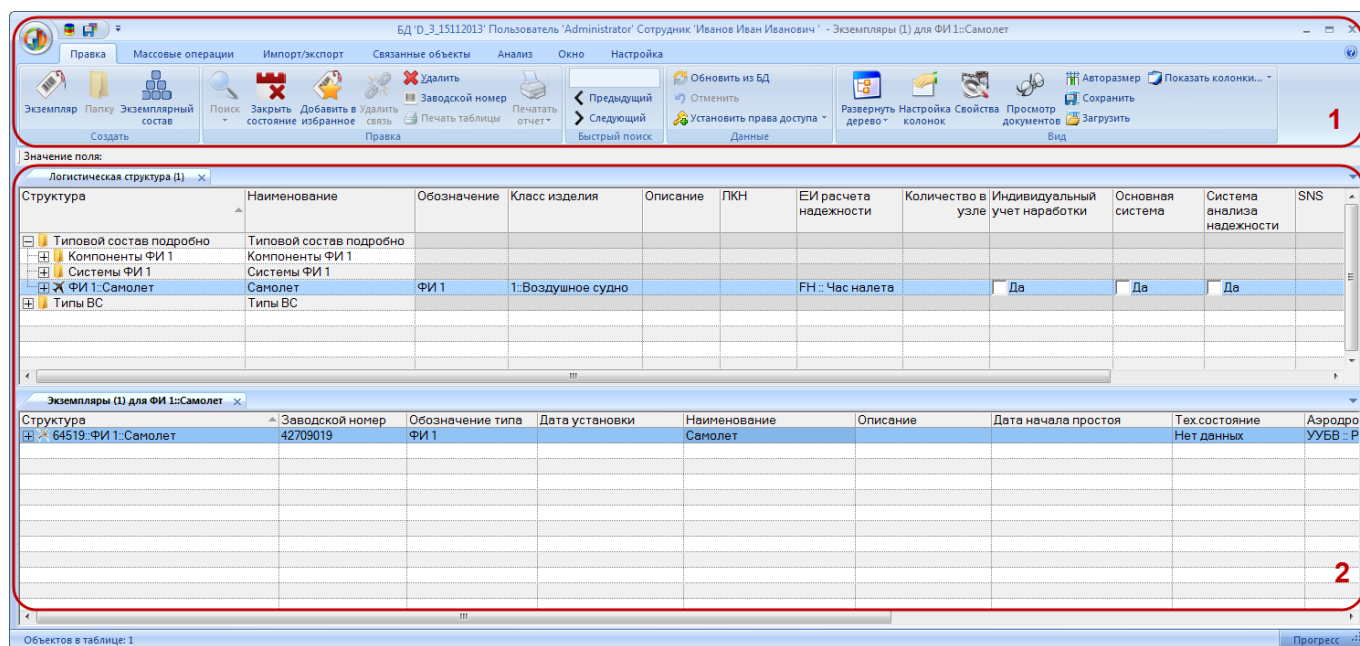

Рис. 5-1 – Главное окно «ILS_suite»: 1 – область управления, 2 – рабочая область
6) После установки соединения с БД открывается главное окно программы ILS Suite (рис. 5-1).
Общий вид главного окна программы ILS Suite представлен на рис. 5-1.
Главное окно программы состоит из области управления (1 на рис. 5-1) и рабочей области (2), между которыми расположена информационная строка для вывода содержимого выделенной ячейки таблицы: